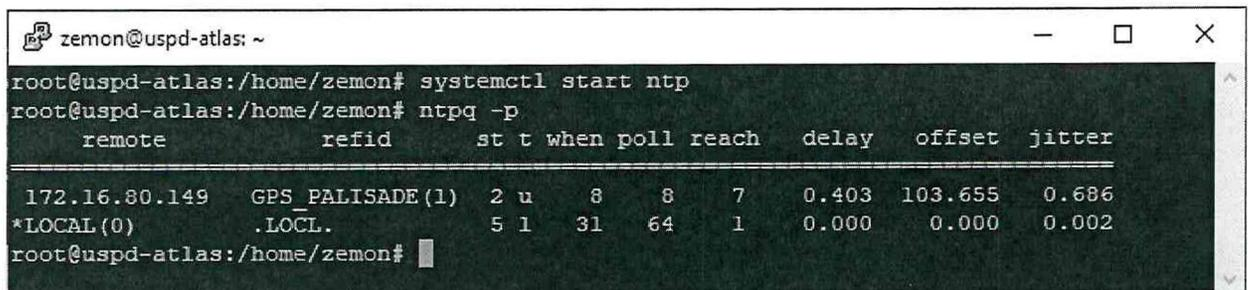

Рисунок 18 – Запуск и проверка статуса синхронизации службы NTP
7.5.1.3 Через 24 часа необходимо запустить службу NTP и проверить статус синхронизации времени (см. рисунок 18).